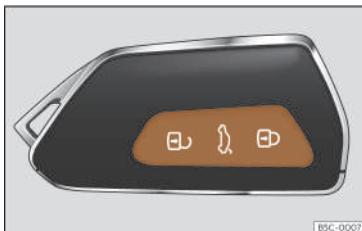

Fig. 68 Chiave per telecomando: tasti.
- Bloccare: premere il tasto >>> fig. 68.